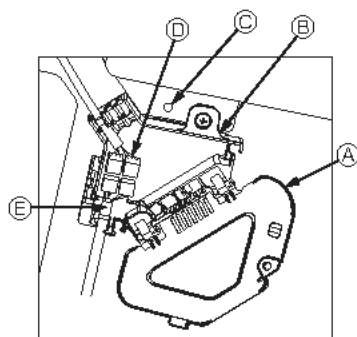

Fig. 10-8
① Avlägsna en skruv som håller anslutningsdosans lock och öppna locket.
② Anslut anslutningskablaens kontakt för lamellmotor och panelmotors kontakt i anslutningsdosan. (Fig. 10-8)